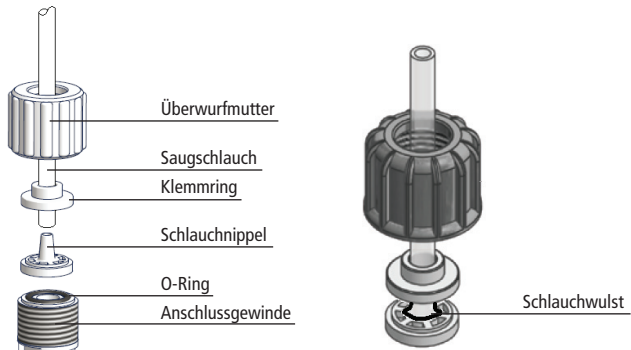

Abb. 3.2 Schlauchanschluss
- Schieben Sie den Schlauch durch die Überwurfmutter und den Klemmring auf den Schlauchnippel, wie in der Abb. 3.2 gezeigt. Achten Sie darauf, dass der Schlauch bis zum Anschlag auf den Schlauchnippel geschoben ist.
- Dadurch dass der Klemmring den Schlauch gegen den Konus des Schlauchnippels quetscht, bildet der Schlauch zwischen dem Klemmring und der Dichtfläche des Schlauchnippels eine Wulst (siehe Abb. 3.2). Diese Wulst sorgt dafür, dass der Schlauch fest sitzt und sich aus der Verbindung nicht mehr herausdrücken kann.